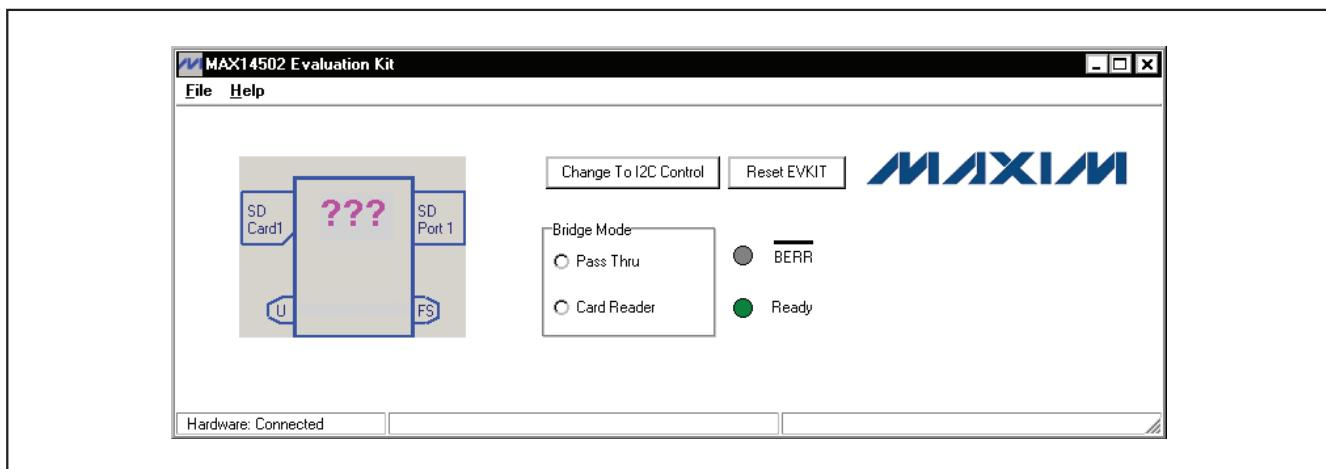

図1. MAX14502のソフトウェアのメインウインドウ(簡易制御モード)
- 図1に示すようなEVキットソフトウェアのメインウインドウが現れます。Hardware: Connectedがソフトウェアのメインウインドウ下部のステータスバーに表示されることを確認します。